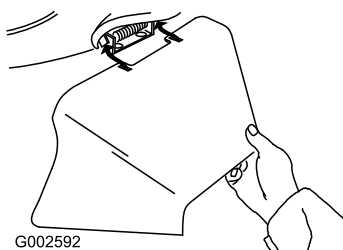

Figura 25
3. Instale el conducto de descarga lateral y cierre la puerta sobre el conducto (Figura 25).